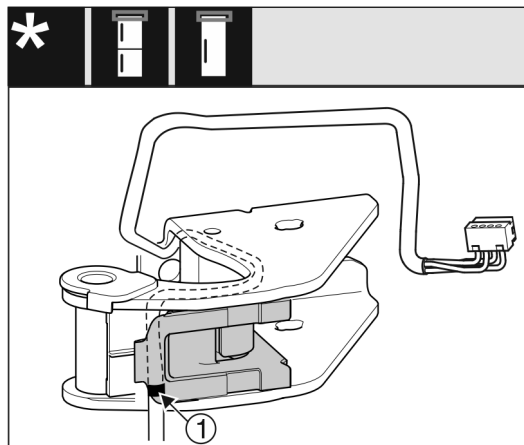

Fig. 29
- ▶ Den midterste markering Fig. 29 (1) skal da ligge på kanten af kabelholderen.